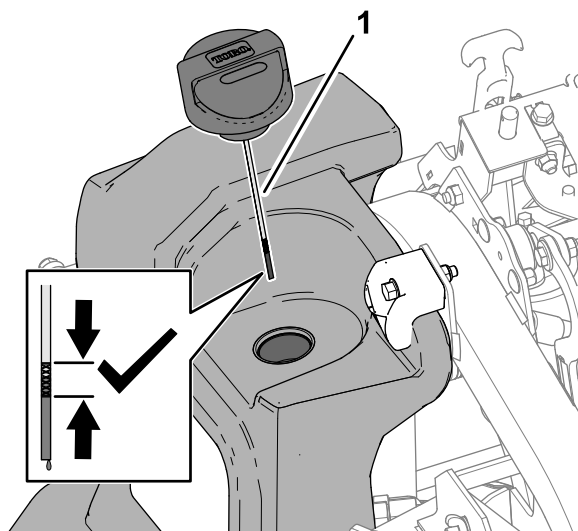

図 93
4. 油圧オイルタンクのディップスティックとキャップ **図 93** をきれいに拭く。
6. タンクにディップスティックをはめ込む **図 93**。
7. ディップスティックとキャップ **図 93** をもう一度抜きとって、オイルの量を点検する。
9. タンクにディップスティックとキャップ **図 93** を取り付ける。